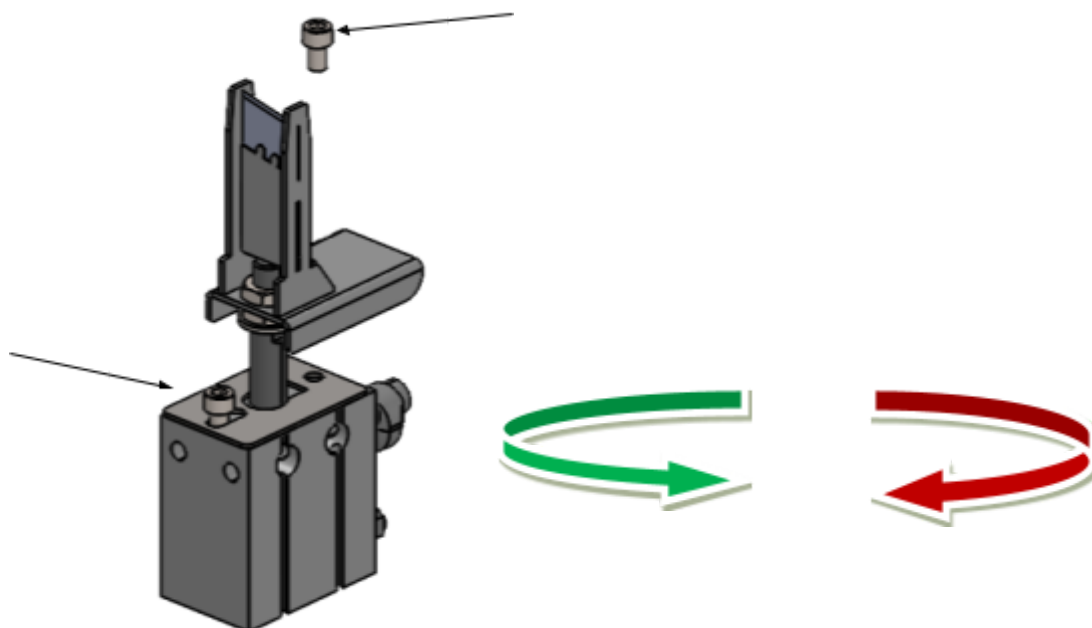

Figura 11
Paso 3: Extraiga el cilindro por completo. Suelte el tornillo posterior completamente y extraígalo del cilindro y suelte el tornillo frontal sin sacarlo (ver figura 11).
Paso 7: Deslice la bocallave hacia atrás, vuelva a sacar el émbolo y apriete los tornillos (figura 11).